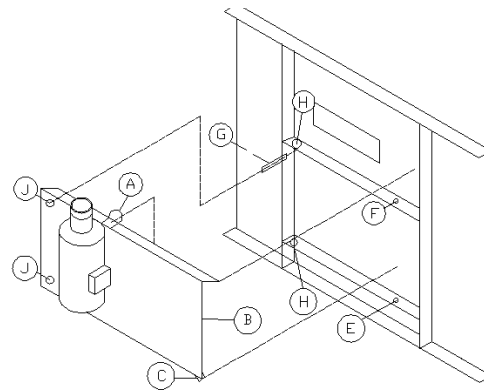
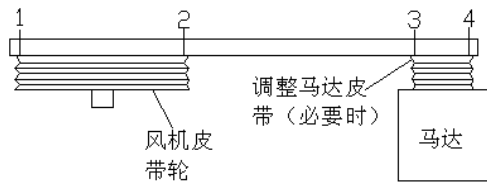

图12
图13
- ① 电动机底板安装之前，应先看图12。
- ② 将吊具插入电动机底板（B）上的“U”形螺栓（A）中。
- ③ 吊起电动机底板，并将轴销（C）插入孔（E）轴销（D）插入孔（F）。轴销焊在电动机底板的右端。
- ④ 将垫圈和螺母拧在轴销上（不要过紧）。另用锁紧螺母装在轴销（C）上。
- ⑤ 将“J”形螺栓（G）插入孔（H），装上平垫圈和开口销。在电动机底板装上之后，将螺母和垫圈装“J”形螺栓的丝扣段。
- ⑥ 将“J”形螺栓插入电动机底板上的（J）孔内，装上平垫圈、锁定垫圈和螺母，从电动机底板上的“U”形螺栓上拆去吊具。将电动机底板装在机组的箱体上，供安装皮带之用。
- ⑦ 将高能皮带（K）图13装在通风机和电动机的皮带轮上。用“J”形螺栓上的螺母调整皮带紧度。不要调的过紧。用手在皮带上加适当的压力，其中间的挠度为13mm。
- ⑧ 测量，使电动机底板上、下边与机组外壳距离相等。检查并保证已在工厂调整好的皮带轮成一条直线。最后检查皮带轮边缘应有四个接触点（见图13）。必要时，调整电动机皮带轮的位置。